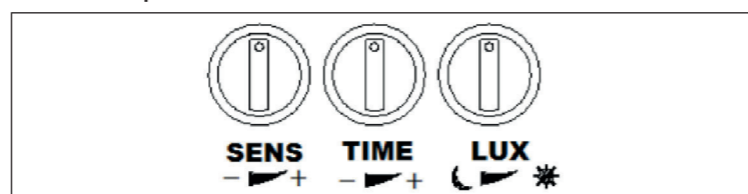

Fig. 6: Motion sensor settings
4. Přes připojovací kabel nasadíte části kabelové průchodky M16 znázorněné na fig. 6.